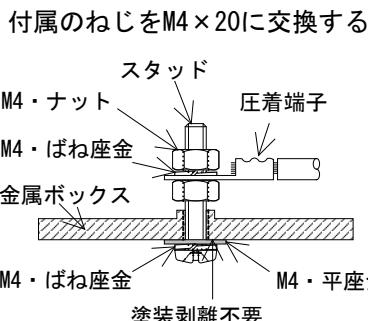

図 1
- (i) 金属ボックスの接地はボックス外側から締付けている既存の接地用ねじを取り外し、新たに $M4 \times 20$ のねじを接地スタッドして取付ける。この時のボックス表面の塗装は剥離しなくてもよい。図 1 参照。
- (j) コントロールボックス内の端子台から金属ボックスへの接地線の接続は、金属ボックス内側の(i)項目で設けた接地スタッドに接続すること。図 1 参照。